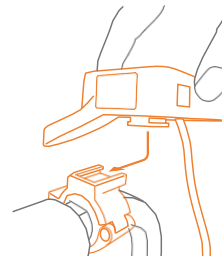

Figura 3: Conecte el controlador de soporte de empuje
- a. Conecte el controlador de soporte de empuje **(Figura 3)**. Se puede escuchar un clic cuando se alcanza la posición correcta.